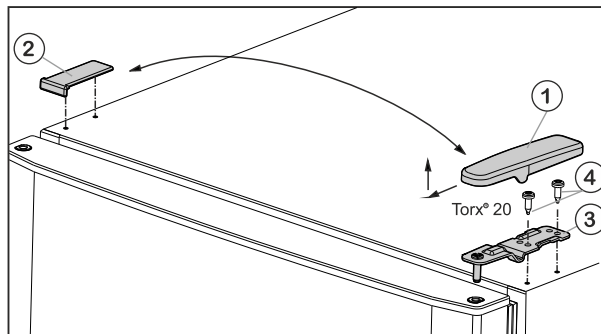

Fig. 4
- ▶ Traukdami į priekį ir į viršų, nuimkite apatinę dengiamąją plokštelę Fig. 4 (1).
- ▶ Nukelkite dengiamąją plokštelę Fig. 4 (2).
- ▶ Nusukite viršutinį guolio spyrį Fig. 4 (3) (2 kartus Torx® 20) Fig. 4 (4) ir, traukdami į viršų, išimkite.
- ▶ Viršutinę atraminę gembę Fig. 4 (3) įstatykite į duris kitoje lankstų pusėje.
- ▶ **Tvirtai (4 Nm)** priveržkite viršutinį guolio spyrį (2 x Torx® 20) Fig. 4 (4). Prirėkus naudokite akumuliatorinį atsuktuvą.
- ▶ Dengiamąją plokštelę Fig. 4 (1) uždėkite iš išorės priešingoje pusėje ir užfiksuokite.
- ▶ Dengiamąją plokštelę Fig. 4 (2) atitinkamai uždėkite iš viršaus priešingoje pusėje ir užfiksuokite.